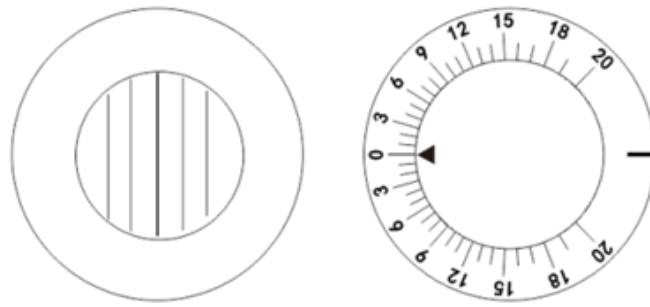
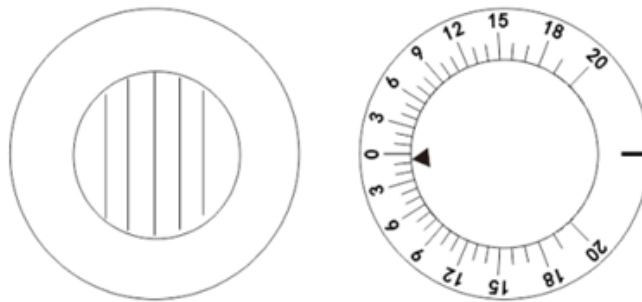

Abb.48
Abb.49
b. Messen Sie dann die vertikale Phorie. Drehen Sie den Hilfslinsenknopf., wie in Abb. 48 gezeigt ② und stellen Sie MRRV für das rechte Auge ein. Drehprismenlinse drehen Turn ② um das linke Auge in horizontale Position zu bringen. Jetzt kann der Testteilnehmer mit dem rechten Auge eine rote horizontale Linie und mit dem linken Auge den Lichtfleck sehen. Fragen Sie dann den Testteilnehmer nach dem gleichen Verfahren wie a, wann er sehen kann, dass sich die rote Linie und der Lichtfleck treffen, während er den Drehknopf der Prismenlinse dreht ①. Wenn es wie in Abb. 49 dargestellt ist, ist es laut Testberichten, dass sie sich treffen, 0.5, unter 0. was anzeigt, dass das